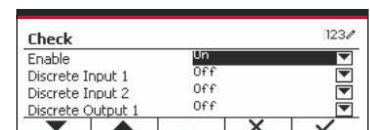

Figure 64
- Sélectionnez l'élément de la liste et appuyez sur le bouton multifonction correspondant à l'icône ✓ pour modifier les paramètres. (Voir Figure 64)